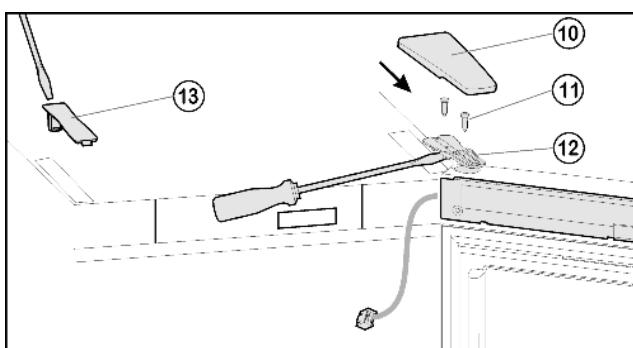
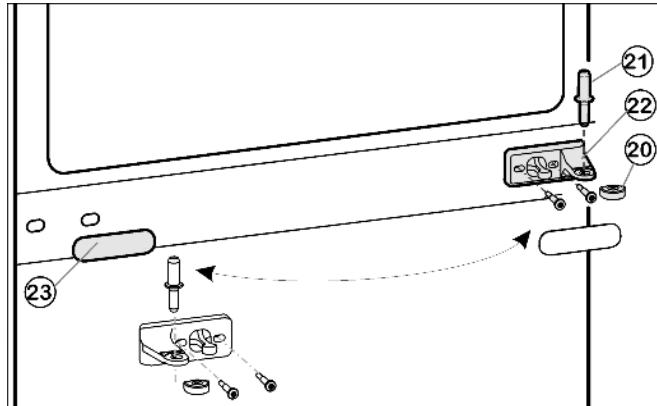
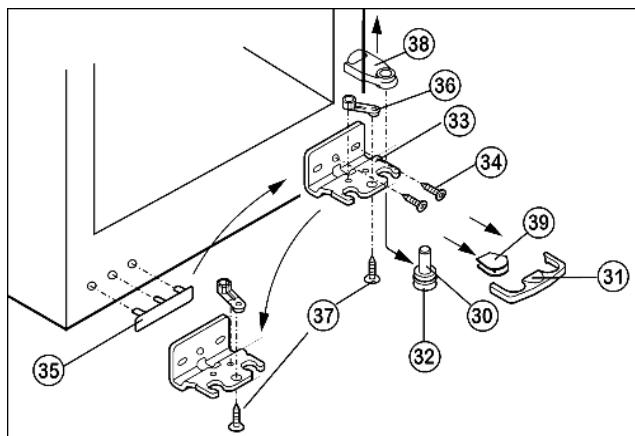

Fig. 5
Fig. 6
Fig. 7
- Вытяните крышку Fig. 5 (10) вперед и снимите крышку Fig. 5 (13).
- Отпустите винты Fig. 5 (11).
- Снимите дверцу вместе с опорным кронштейном Fig. 5 (12) и кабелем вверх. Для снятия, возможно, понадобится осторожно подцепить опорный кронштейн снизу шлицевой отверткой.
- Вытащите из опорного кронштейна и нижней дверцы средний опорный палец Fig. 6 (21).
- Пластмассовый колпачок Fig. 6 (20) снимите.
- Снимите средний опорный кронштейн Fig. 6 (22).
- Осторожно снимите накладку Fig. 6 (23).
- Открутите средний опорный кронштейн Fig. 6 (22) и прикрутите его с поворотом на 180° на новую сторону шарнира.
- Снова защелкните накладку Fig. 6 (23) на стороне, где теперь будет ручка.
- ▶ Нижнюю крышку Fig. 7 (31) снимите движением вперед.
- ▶ Нижнюю крышку Fig. 7 (39) снимите.\*
- ▶ Снимите крышку Fig. 7 (38) вверх.\*
- ▶ Полностью вверните регулируемую опору Fig. 7 (32).
- ▶ Вытяните опорный палец Fig. 7 (32) вниз и вперёд. При этом следите за гнездом шарнира Fig. 7 (30).
- ▶ Открутите опорный кронштейн Fig. 7 (33) (2 шт.) Torx 25 Fig. 7 (34).
- ▶ Открутите опорную деталь Fig. 7 (36) (1 Torx 25 Fig. 7 (37)) и, переставив в отверстие на противоположной стороне опорного кронштейна, снова прикрутите.
- ▶ Осторожно приподнимите и переставьте крышку Fig. 7 (35) со стороны ручки.
- ▶ Снова прикрутите опорный кронштейн Fig. 7 (33) на новой стороне шарнира, при необходимости с помощью аккумуляторного шуруповерта через внешний продольный паз и круглое отверстие.
- ▶ Снова слегка наклоните устройство назад и переставьте опорный палец Fig. 7 (32).
- ▶ Установите дверь сверху на опорный палец Fig. 7 (32).
- ▶ Вставьте средний опорный палец Fig. 6 (21) через средний опорный кронштейн Fig. 6 (22) в нижнюю дверцу.
- ▶ Установите пластмассовый колпачок Fig. 6 (20).
- Установите верхнюю дверцу на средний опорный палец Fig. 6 (21), закройте дверцу и установите верхний опорный кронштейн Fig. 5 (12) так, чтобы он защелкнулся в верхней стороне устройства.
- Прикрутите опорный кронштейн Fig. 5 (12). При необходимости просверлите отверстия или используйте аккумуляторную отвертку.
- Защелкните крышку Fig. 5 (10) и крышку Fig. 5 (13).
- При необходимости выровняйте дверцы через два продольных паза в нижнем опорном кронштейне Fig. 7 (33) и среднем опорном кронштейне Fig. 6 (22) параллельно корпусу устройства, затем затяните винты.
- Снова защелкните крышку Fig. 7 (31) на опорном кронштейне снизу.